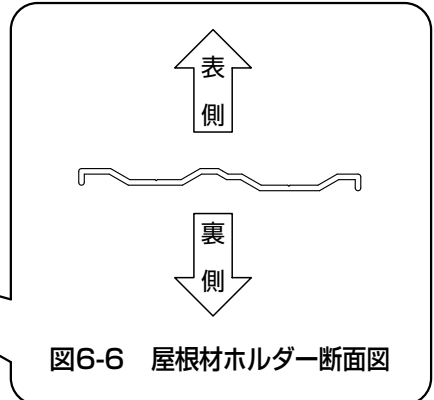

図6-6 屋根材ホルダー断面図
- 屋根材ホルダーは、上下の向きに注意してください。(図6-6参照)